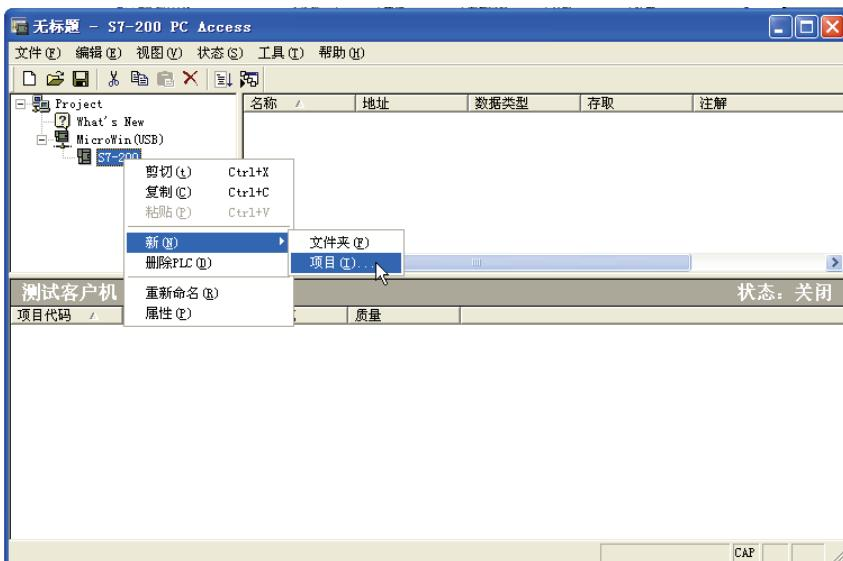

图 10-18 新建变量 (1)
3) 新建变量。在左侧的浏览器窗口中，选择以上步骤中创建的 PLC “S7-200”，单击鼠标右键，弹出快捷菜单，单击“新”→“项目”，如图 10-18 所示。